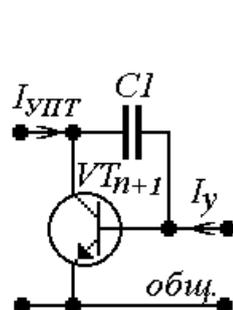

Рис.15. Вариант 2
$$U_{K_{n+1}} = U_{2\text{ном}} + \sum_{l=1}^n U_{BЭ_l}, \text{ для рис. 15, 16.} \quad (31)$$
$$R_{\text{вхУ}} = r_{\text{вх}_{n+1}}, \text{ для рис. 15, 16.} \quad (44)$$